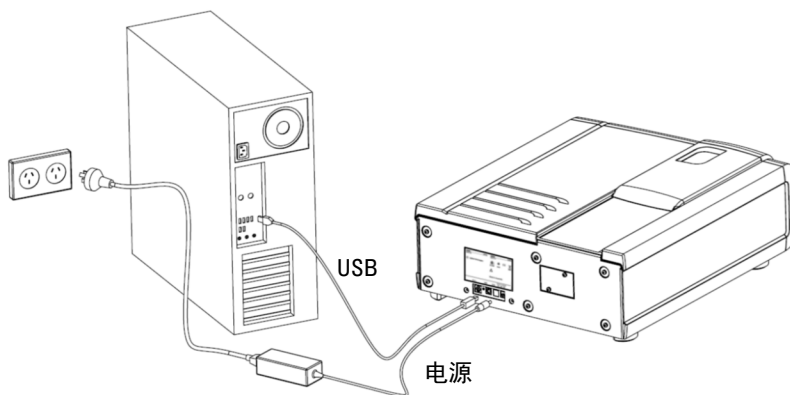

图 1. 硬件连接
- 2 将电源与电源线连接好，然后将电源线插入到 Cary 60 和墙上电源插座。请参见图 1。